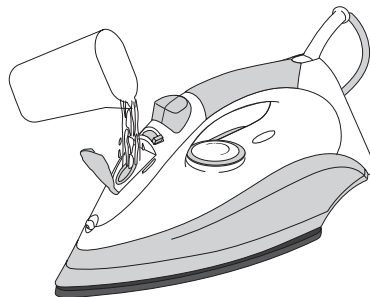

Figura 2
4. Seque el exterior de la plancha con un paño seco (véase la figura 2).